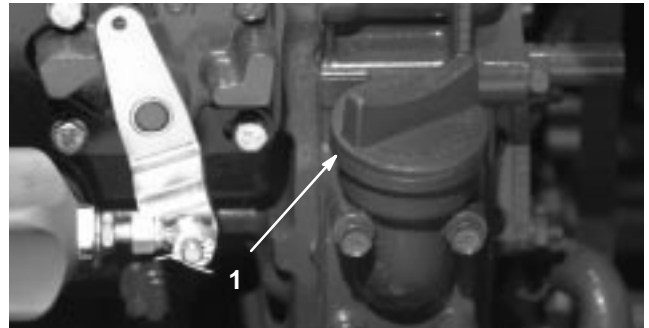

Bild 2
4. Entfernen Sie, wenn der Ölstand die VOLL-Marke nicht erreicht, den Fülldeckel (Bild 2) und gießen genug Öl ein, um den Ölstand bis zur VOLL-Marke anzuheben. **Füllen Sie nicht zu viel ein.**